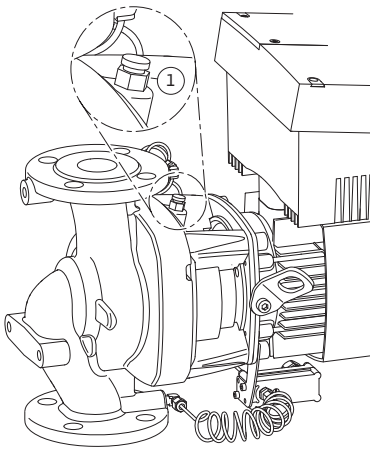

Fig. 45: Válvula de ventilación
- Purgue las bombas soltando las válvulas de ventilación (Fig. 45, pos. 1). La marcha en seco daña el cierre mecánico de la bomba. No purgue la sonda de presión diferencial (riesgo de daños).